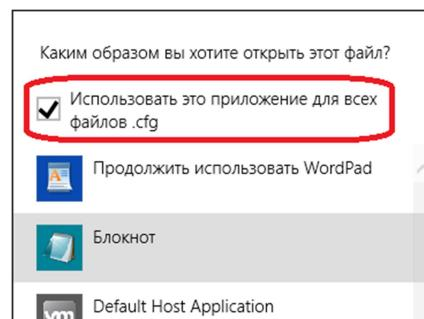

Рисунок 28 – Флаг «Использовать это приложение для всех файлов .cfg»
**Совет!!! В данном меню можно установить флаг «Использовать это приложение для всех файлов .cfg» (рисунок 28). После чего файлы с расширением по умолчанию будут открываться приложением «Блокнот», что очень удобно.**